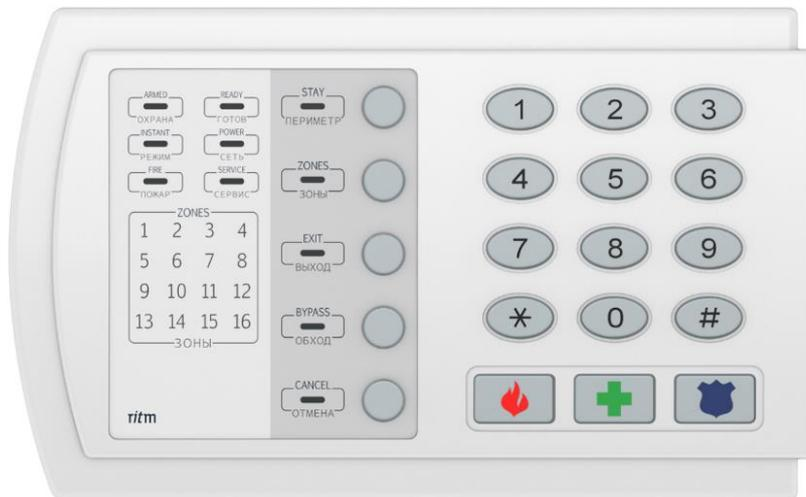

Рисунок 6.1 – Внешний вид БК Ritm KB1-2, KB1.
6.1.1.1. АК поддерживает работу до 4-х БК типа Ritm KB1-2 фирмы «Ритм» и до 3-х БК типа Ritm KB1 (Рисунок 6.1).